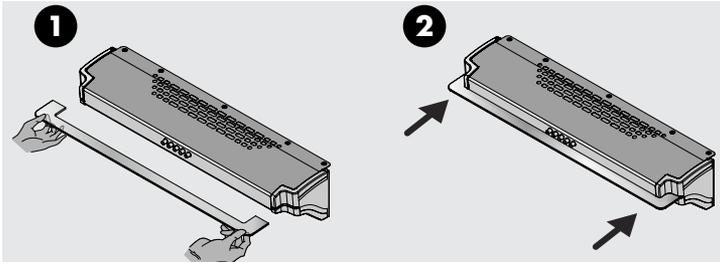

Figura 9
1. Lleve el vidrio de forma horizontal e introdúzcalo en la ranuras de los laterales plásticos (Ver figura 9, numeral 1)
2. Asegure el vidrio llevándolo hasta tope (Ver figura 9, numeral 2).